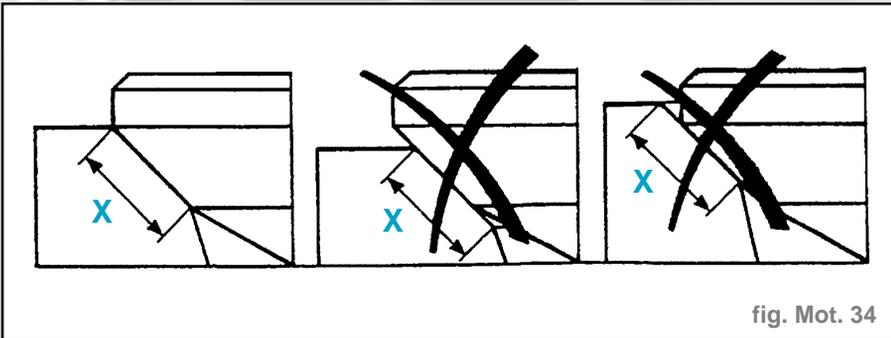

fig. Mot. 34
**Nota :** Respecter la position de la portée de la soupape sur son siège (fig. Mot. 34)